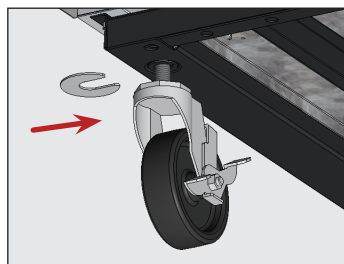

Рис. 9. После установки прокладки (прокладок) обязательно затянуть шток роликовой опоры.
5. Внизу устройства ослабить болт роликовой опоры настолько, чтобы можно было вставить прокладки между подшипником роликовой опоры и нижней рейкой устройства. См. рис. 9.
6. Установить требуемое количество прокладок. См. рис. 9.